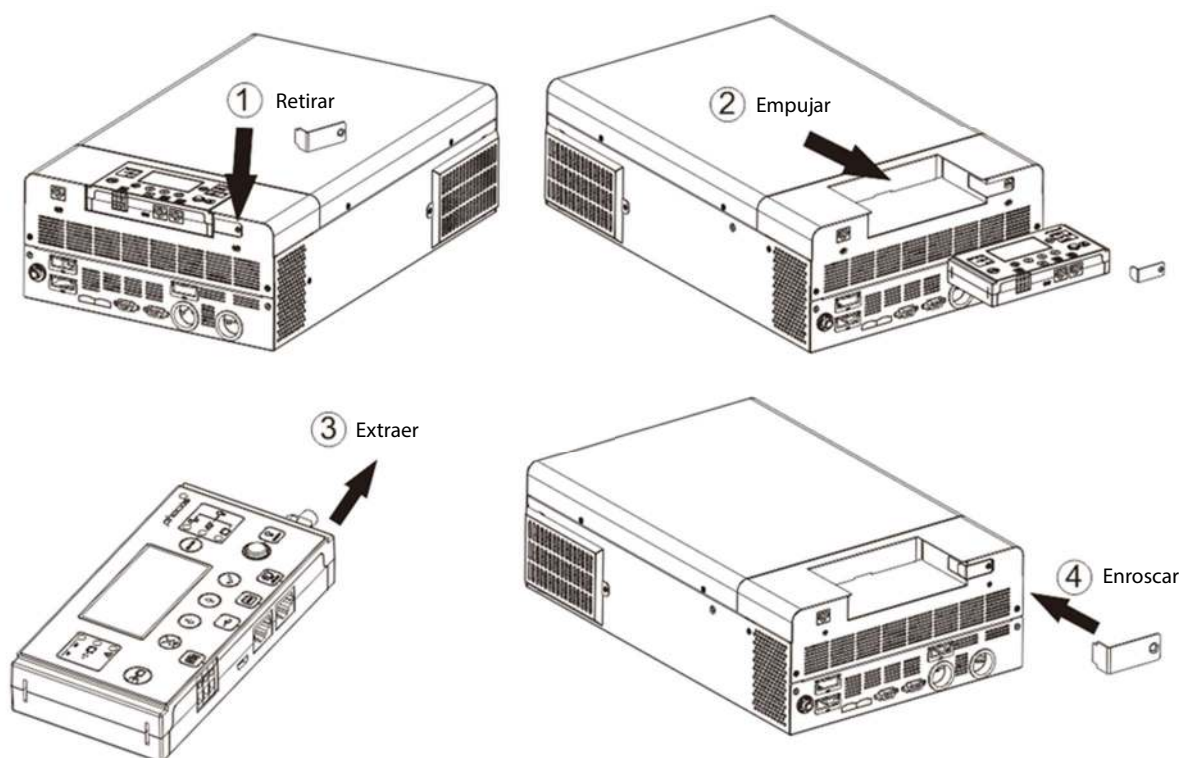

Fig. 11: Retirada de la pantalla remota
1. Retire el tornillo que sujeta el soporte en la parte inferior del módulo de pantalla (**Fig. 11 → ①**) y empuje hacia abajo la unidad de visualización de la carcasa mientras retira el soporte de metal.
2. Mantenga presionado el módulo de visualización hacia abajo, teniendo cuidado de no dañar el cable conectado (**Fig. 11 → ②**).
3. Retire el cable conectado al módulo de pantalla (**Fig. 11 → ③**).
4. Atornille el soporte quitado en **Fig. 11 → ①** de vuelta en su lugar (**Fig. 11 → ④**).